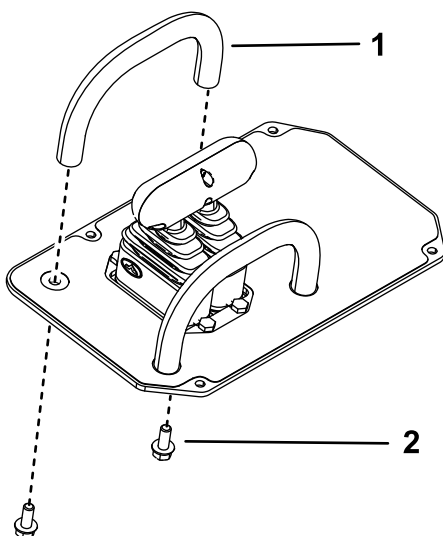

Figura 22
1. Bullone e dado (4)
3. Sollevate la copertura del quadro di comando e rimuovete la stegola anteriore (Figura 22).